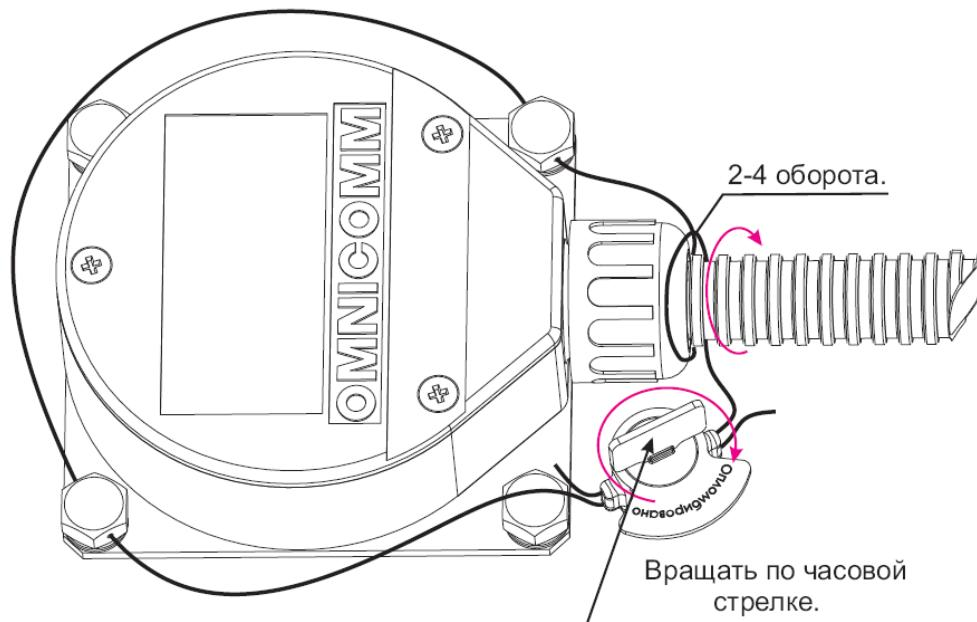

Рисунок 39
3) Запустить программу LLS Monitor. Откроется главное окно программы (Рисунок 39), в котором отображены текущие настройки подключенного изделия «Д1».
- 2) Продеть пломбировочную проволоку через отверстия в двух болтах, обмотать проволоку вокруг металлического рукава, как показано на рисунке (Рисунок 39) и концы проволоки привести через отверстия пломбы.